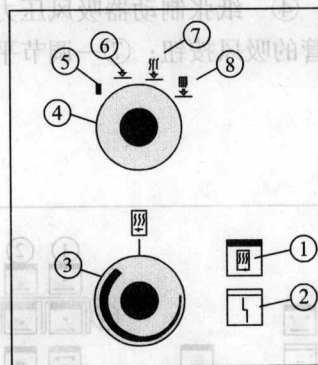

图 1-4 红外干燥装置操作面板
红外干燥装置操作面板如图 1-4 所示，其各部分的功能与作用如下：①—指示灯；②—故障灯；③、④—旋钮；⑤—关闭热风处；⑥—冷却风工作处；⑦—低热风风量工作处；⑧—高热处。